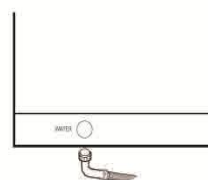

Fig. 5
- 2- Brancher l'électrovanne de charge au robinet d'alimentation en utilisant le tuyau flexible en dotation. (Fig.5)